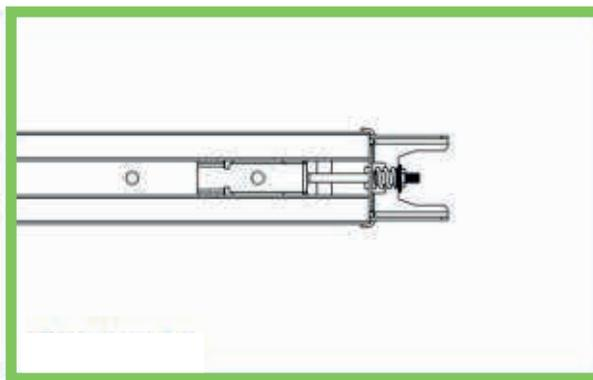

Fig:10
2. Aprete el perno en la posición correcta como es en la Fig. 10, corte la cinta plástica, hasta ahí el ensamble del riel estará terminado. termine de guiar la cadena interna hasta su posición final en el riel.